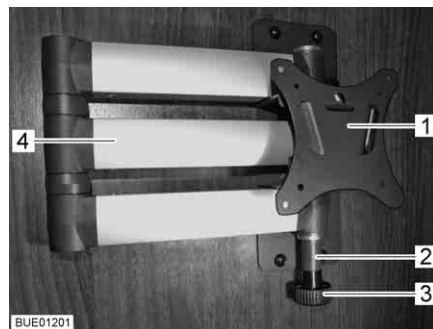

Fig. 72 Support à bras articulé
- Tirer sur le bouton de déverrouillage (Fig. 72,3). Le bras articulé (Fig. 72,4) est déverrouillé.
- Faire retourner l'écran plat dans sa position initiale jusqu'à ce que le support (Fig. 72,1) s'enclenche dans le verrouillage (Fig. 72,2).